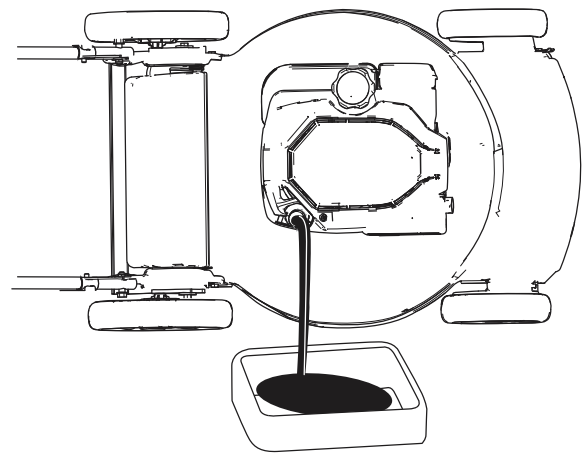

Figuur 24
3. Verwijder de peilstok door de dop linksom te draaien en eruit te trekken (Figuur 24).
4. Kantel de machine op de zijkant (met het luchtfilter naar boven) om de oude olie uit de vulbuis te laten lopen (Figuur 24).